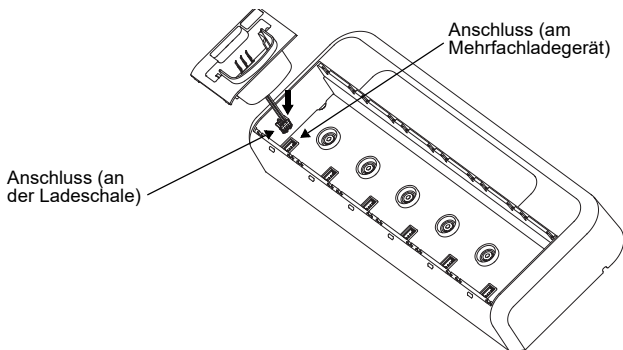

Abbildung 3
3. Entfernen Sie den Gurt der Schale, indem Sie gerade nach oben zum Anschluss ziehen (siehe Abbildung 3).
1. Schließen Sie den Gurt der Ladeschale an, indem Sie den Anschluss zur Anschlussbuchse des Mehrfachladegeräts ziehen (siehe Abbildung 3).